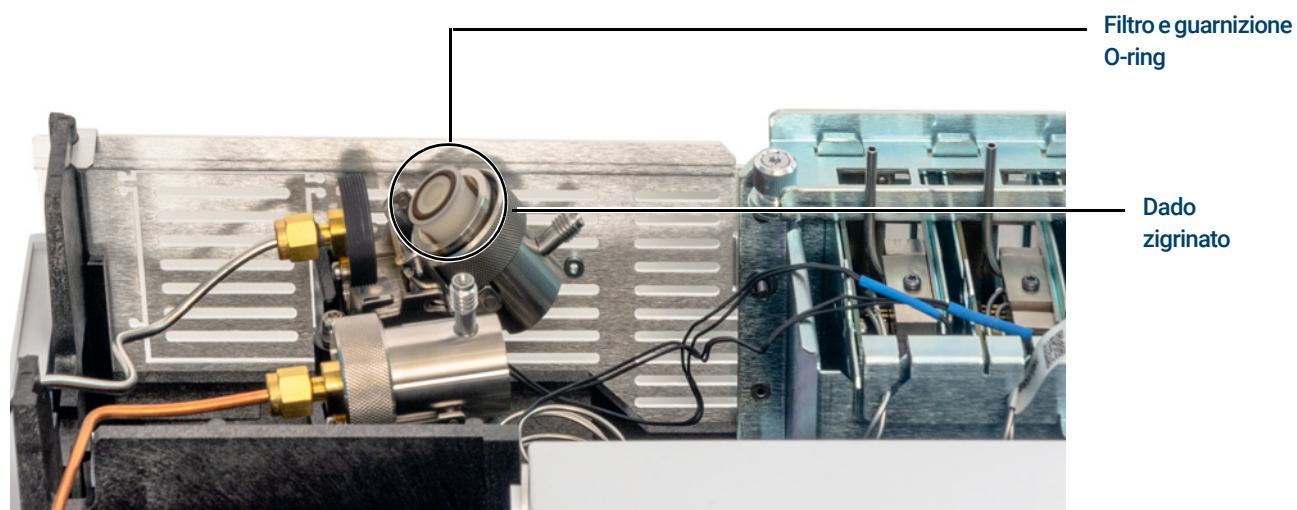

Figura 8. Far scorrere il gruppo trappola per esporre il filtro
- 5 Far scorrere il gruppo trappola indietro dalla staffa di montaggio guidata e inclinarlo per esporre il filtro come mostrato in figura **Figura 8**.